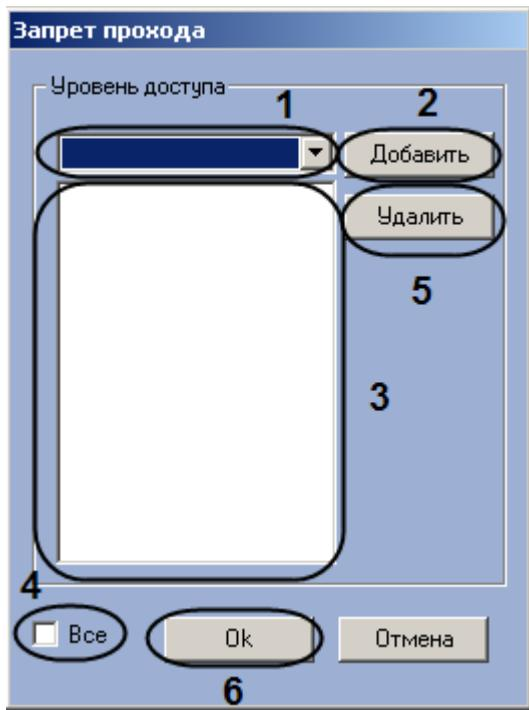

Рис. 3.5—9 Настройка запрета прохода
- 9.1 Установить флагок **Запрет выхода** (см. Рис. 3.5—7, 8).
- 9.2 В открывшемся окне **Запрет прохода** из раскрывающегося списка выбрать уровень доступа, пользователям которого требуется запретить проход через данный считыватель (Рис. 3.5—9, 1).
9.3 Нажать на кнопку **Добавить** (см. Рис. 3.5—9, 2). Выбранный уровень доступа будет добавлен в список (см. Рис. 3.5—9, 3).
*Примечание. Если требуется запретить проход через считыватель для всех уровней доступа, необходимо установить флајжок **Все** (см. Рис. 3.5—9, 4).*
*Примечание. Если запрет прохода через считыватель для данного уровня доступа более не требуется, необходимо выделить соответствующий уровень доступа в списке (Рис. 3.5—9, 3) и нажать на кнопку **Удалить** (см. Рис. 3.5—9, 5).*